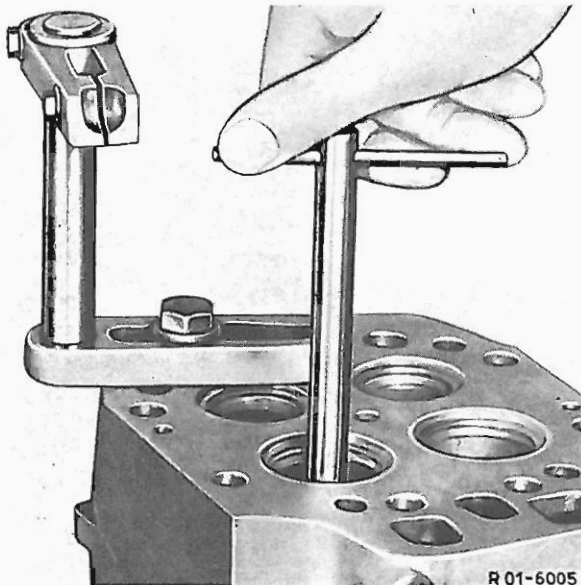

Bild 01–4/2
3. Pilot (9 mm ϕ) in die Ventilführung einführen, bis Anschlag der Schlitzzange auf der Ventilführung aufliegt, evtl. Schlitzzange mit Schraubenzieher nach unten drücken (siehe Bild 01–4/2). Mit dem oben und unten in den Piloten eingeführten Dorn festziehen.
4. Lünette (18, siehe Bild 01–4/3) auf Zylinderkopf aufsetzen, Schrauben M 12 $\times$ 130 leicht anziehen.